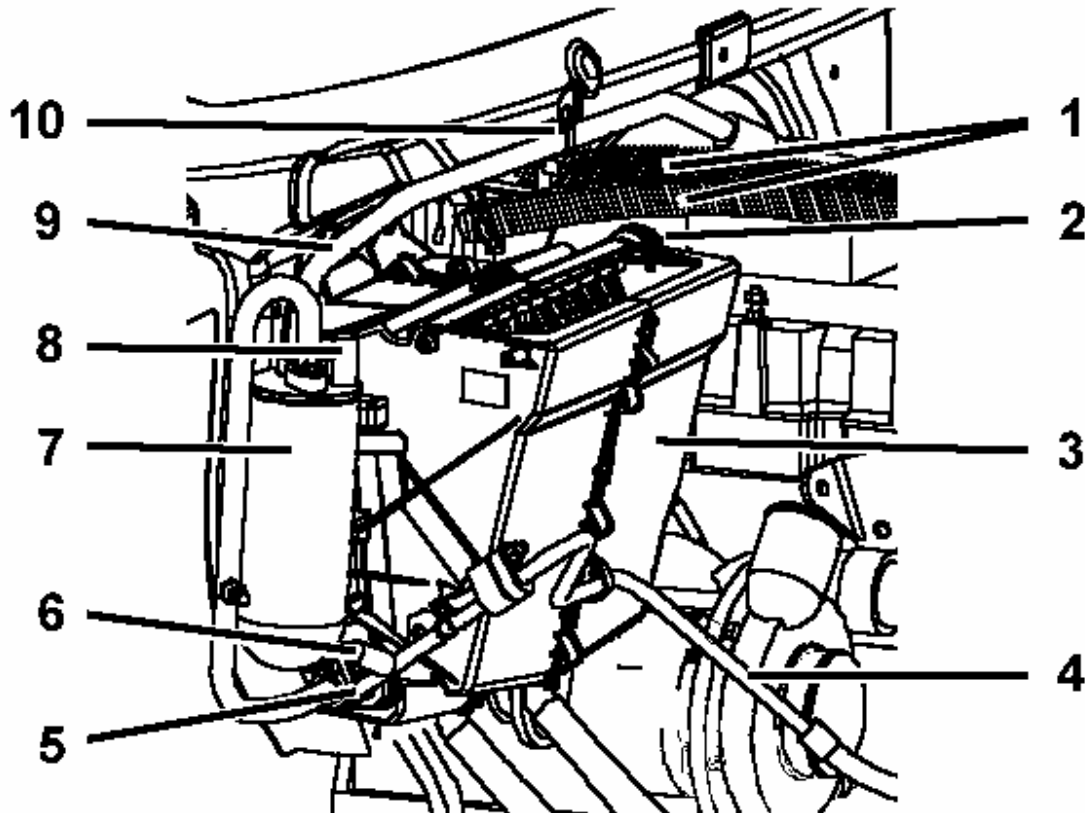

Figura 29 Caja del Evaporador (Se Muestra con la Bandeja de Cubierta Retirada)
NOTA – Refiérase a la Figura 29 mientras realiza los siguientes pasos.
12. Usando un arosello y una placa-C nueva conecte el extremo de la línea del acumulador-a-compresor (9, Figura 29) al acumulador. Apriete a 20,000 \pm 1000 N·mm (180 \pm lbf-pulg).
13. Usando un arosello y una placa-C nueva conecte el extremo de la línea de orificio (5) a la unión de entrada del evaporador. Apriete a 20,000 \pm 1000 N·mm (180 \pm lbf-pulg).
15. Conecte el conector de cable al motor del actuador (2) de la puerta de aire fresco/recirculado (atenuador).
17. Asegure la línea de orificio (5) y la línea del condensador-a-evaporador (4) a la caja del evaporador (3) usando sujetadores de manguera.